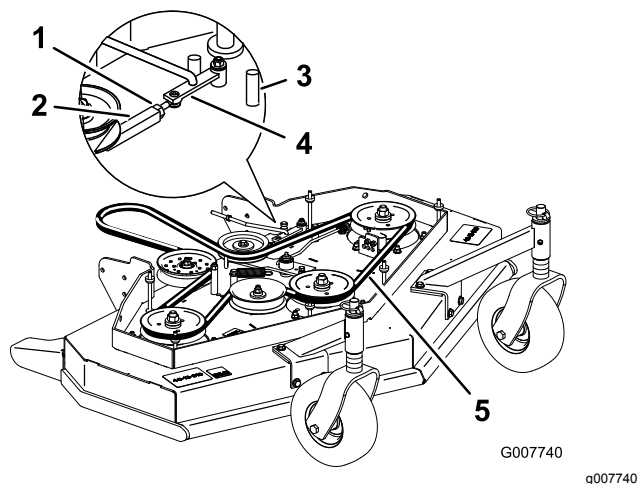

Figura 46
3. Desaperte a porca de bloqueio no tensor (Figura 46).
4. Rode o tensor para a traseira da plataforma do cortador para aumentar a tensão na correia. Rode o tensor para a frente da plataforma do cortador para diminuir a tensão na correia (Figura 46).